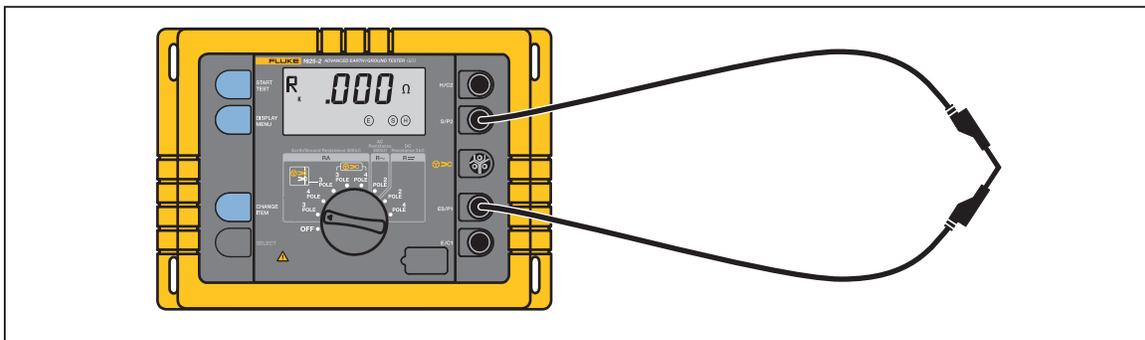

Figure 14. Compensation de la résistance du cordon de mesure
2. Court-circuiter le cordon de mesure comme indiqué dans la figure 14.